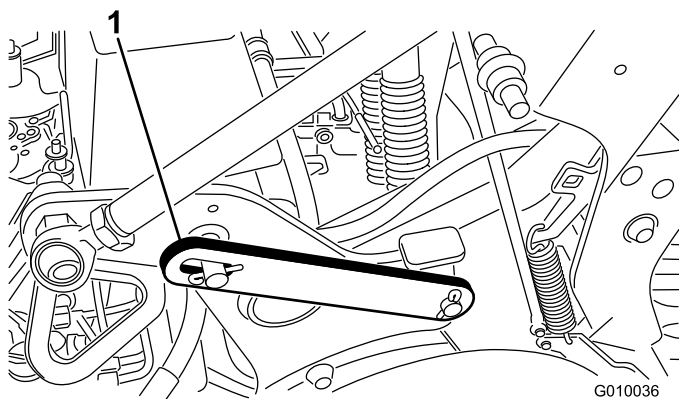

Figura 20
2. Retire el anillo de retención que sujeta el cerrojo de mantenimiento en la posición de almacenamiento (Figura 20).